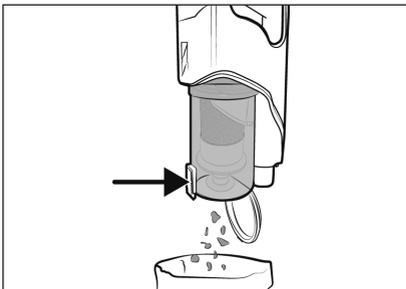

Abb. 16
- 1) Halten Sie den Staubbehälter **7** in einen Abfalleimer und drücken Sie die Staubbehälterdeckel-Entriegelungstaste **8**. Der Staubbehälterdeckel **9** öffnet sich und der Inhalt wird in den Abfalleimer entleert (siehe Abb. 16). Schließen Sie anschließend den Staubbehälterdeckel **9**.